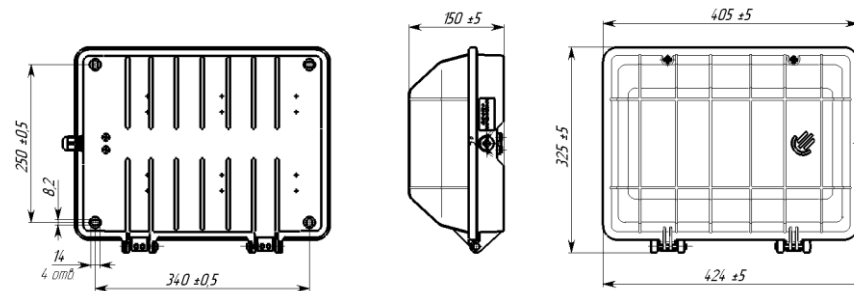

Рисунок 1
2.1 Светильники серии ЖБУ/РБУ/ГБУ02 (рисунок 1) предназначены для наружного освещения: освещения прилегающих к зданиям территорий, внутридворовых территорий, входов в подъезды зданий, переходов, подземных пешеходных переходов.